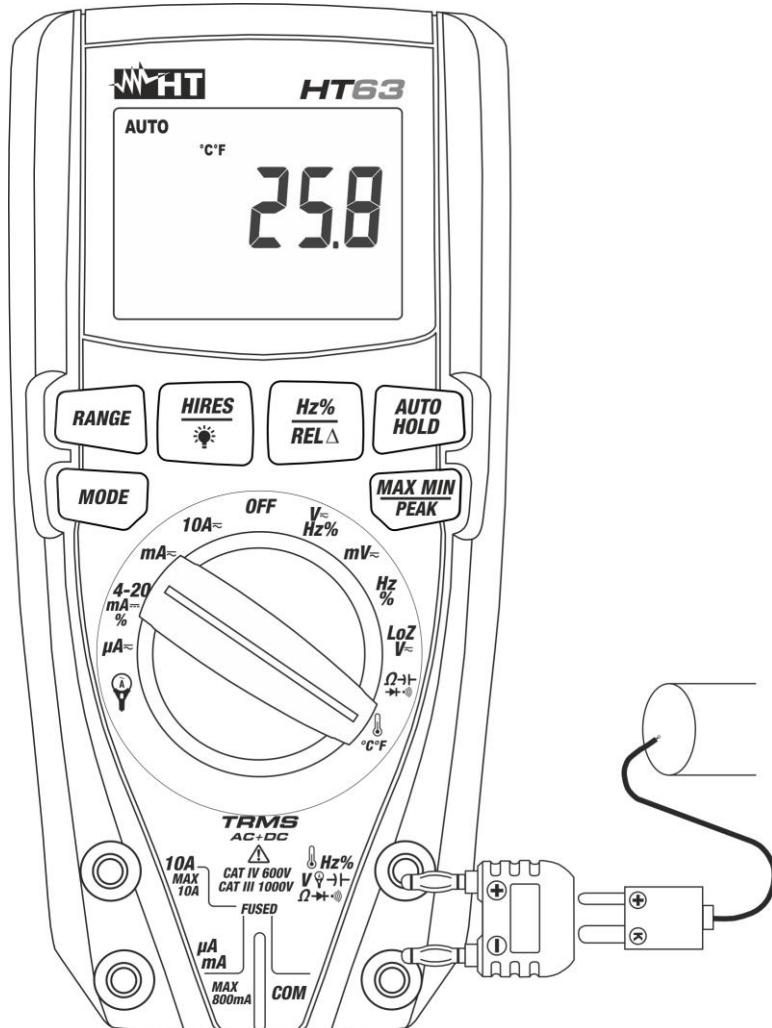

Fig. 9: Mesure de température
3. Insérer l'adaptateur fourni dans les bornes d'entrée $\text{Hz\%} \text{V} \text{A} \text{F} \Omega \text{mV}$ (polarité +) et **COM** (polarité -) (voir Fig. 9)